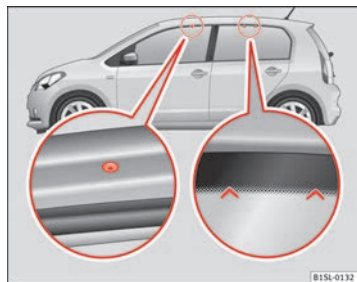

Fig. 70 Points de fixation des supports standard et de la galerie porte-bagages du toit.
Les orifices de fixation avant se trouvent dans la partie inférieure des longrons du toit et ils sont fermés avec des vis en plastique ⇒ fig. 70 (agrandissement gauche). Les orifices ne sont visibles que si la porte est ouverte. Les points de fixation de la partie arrière se trouvent sur la partie supérieure des glaces latérales arrière ⇒ fig. 70 (agrandissement droit).
- Le support standard doit être fixé uniquement aux points indiqués sur l'illustration ⇒ fig. 70.